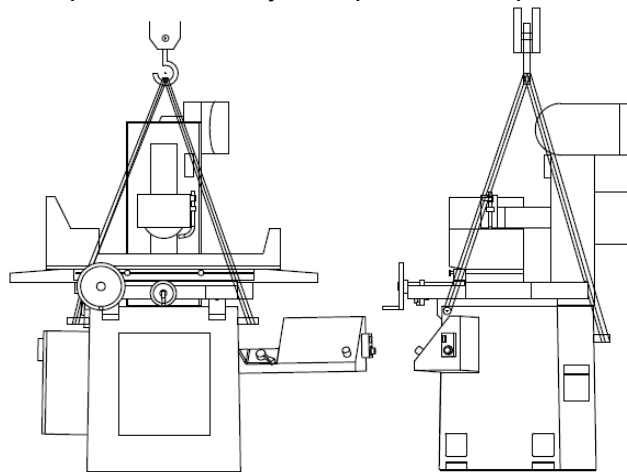

Рис.4.1.2
- (1) Масса станка около 820 кг.
- (2) Грузоподъемность крана должна превышать вес перемещаемого груза.
- (3) Подготовьте подходящие стропы.
- (4) Пожалуйста, перепроверьте стропы перед началом работ по перемещению.
- (5) Проверьте положение строп как на Рис.4.1.2 снова, чтобы не позволить им повредить части станка.